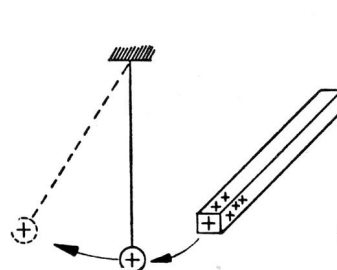

Fig. 86
b) **par contact.** Approchons le bâton de verre d'une petite boule de sureau suspendue à un fil. Sitôt que l'on touche la boule elle se charge par contact d'électricité de même nom, et elle s'éloigne rapidement du bâton (fig. 86).